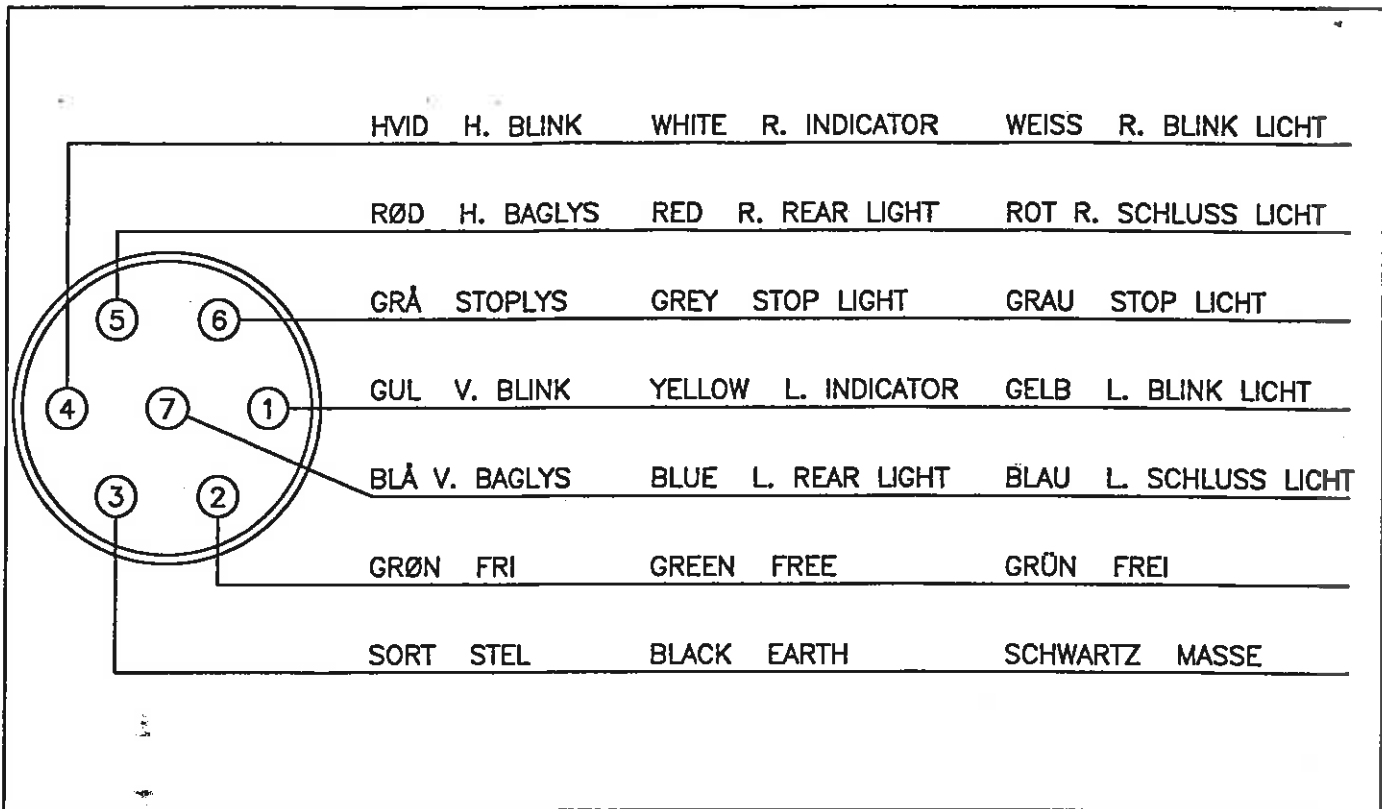

fig. 1.4.A.
- 1.4 Tilslut lys. (Se el-diagram fig. 1.4.A)
- 1.4 Plug in light(el-diagram fig.1.4.A.)
- 1.4 Licht anschliessen (EI-Diagramm Fig. 1.4.A)